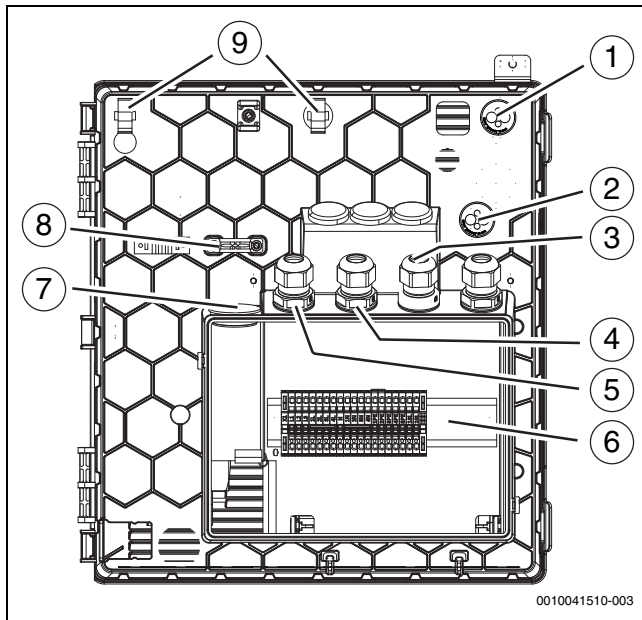

Bild 27 Kabeldurchführungen zum Klemmenkasten
Bei Kabeldurchführungen (→ Abbildung 27 [1], [2], [7]) genügt ein kleiner Einstich in die Membran, dann können die Leitungen durchgeschoben werden.
- ▶ Nach dem Einföhren der Kabel die Kabelverschraubungen festziehen (→ Abbildung 27 [3], [4], [5]).
- ▶ Die festgelegten Befestigungspunkte [9] für die Befestigung der durch die Einföhren geföhrteten Kabel verwenden (→ Abbildung 27 [1], [2]).